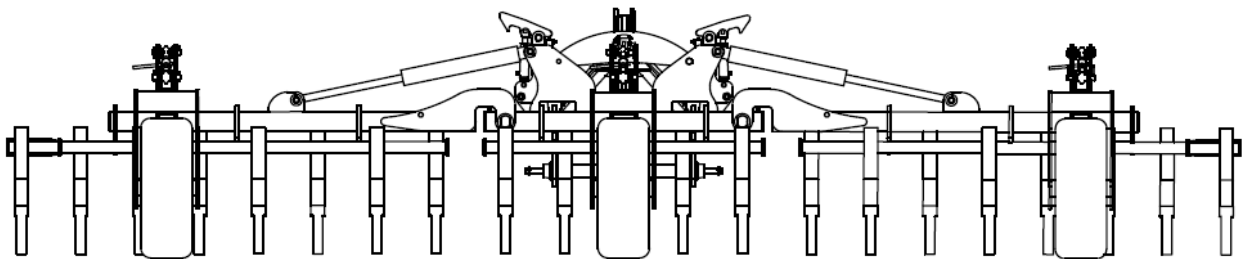

Abb. 7 Ansicht der Maschine am Ende des Öffnungsvorgangs der Flügel. Die Arme der Maschine sind vollständig geöffnet.
5. Um die Sequenz des Öffnens der Maschinenflügel abzuschließen, warten Sie, bis der Hydraulikmechanismus die Arme in ihre endgültige Position öffnet. Unterbrechen Sie den Öffnungsvorgang der Armflügel nicht, ohne sich zu vergewissern, dass sie vollständig geöffnet sind (Abb. 7).